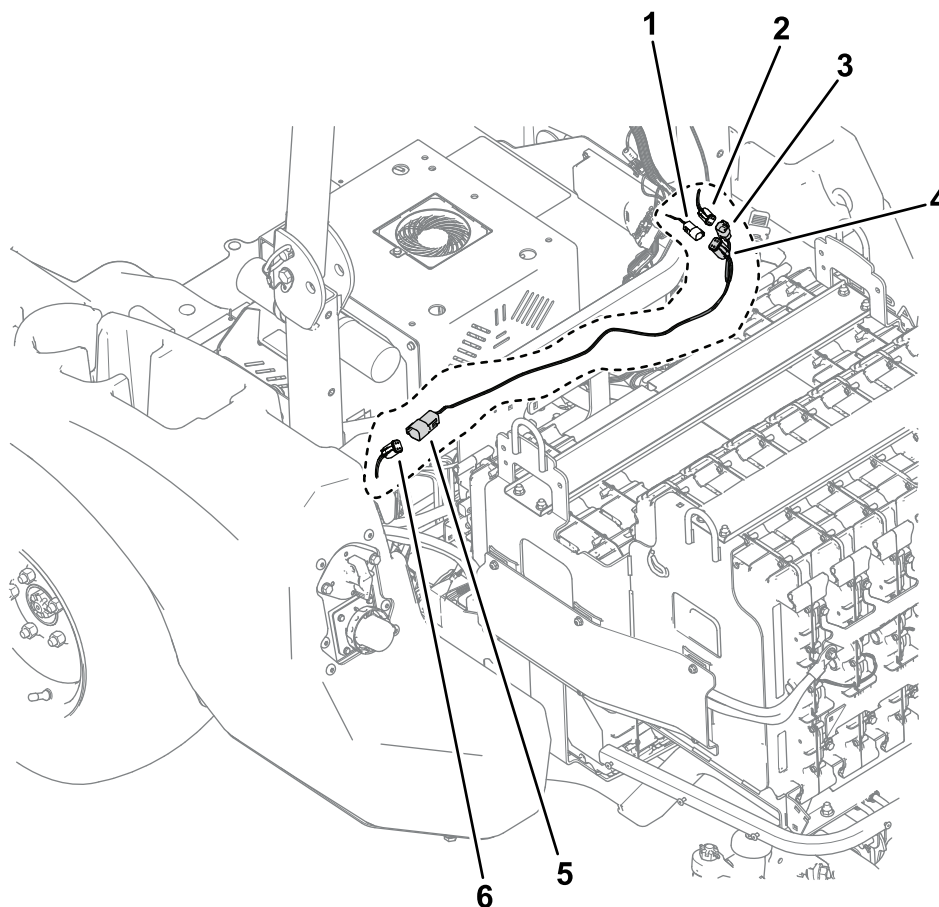

Figure 9
1. Soulevez le capot et branchez le connecteur du faisceau du pare-soleil étiqueté P08—WORK LIGHT KIT POWER sur le connecteur du faisceau de raccordement étiqueté P02—TO SUNSHADE HARNESS (Figure 9).
2. Branchez le connecteur du faisceau de raccordement étiqueté P03—TO MAIN HARNESS sur le connecteur du faisceau de la machine étiqueté P19—WORK LIGHT KIT POWER (Figure 9).
3. Acheminez le connecteur du faisceau de raccordement étiqueté P01—TO EXPANSION PORT le long du faisceau de la machine vers le côté gauche de la machine et branchez-le sur le connecteur étiqueté P17—EXPANSION PORT (Figure 9).